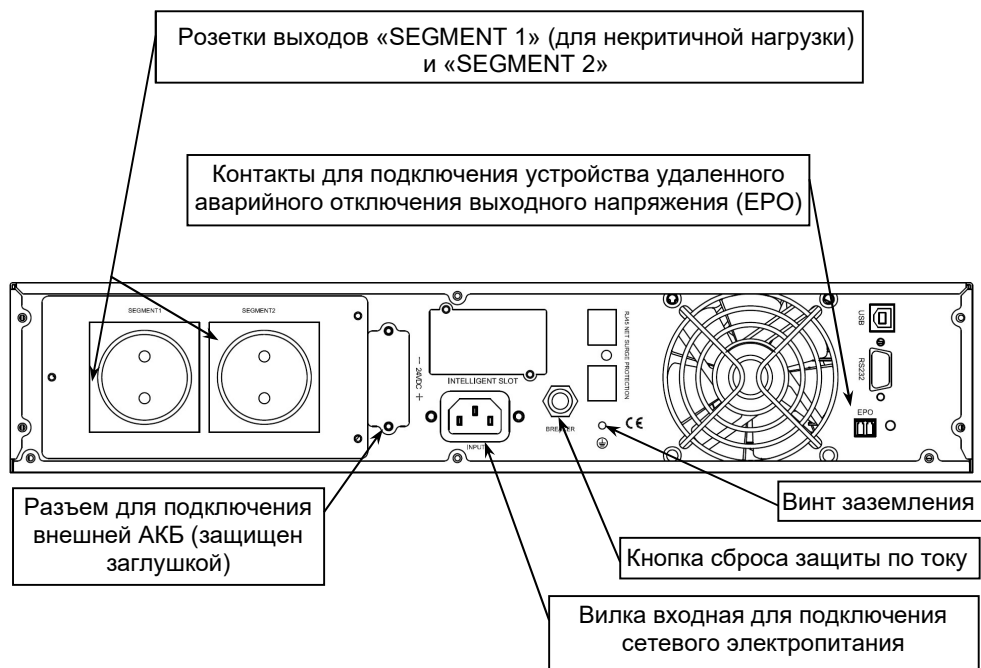

Рисунок 2 – Общий вид задней панели изделия
На задней панели изделия расположены: входной и выходные разъемы, разъем для подключения внешней аккумуляторной батареи, кнопка сброса срабатывания защиты по току (срабатывание защиты происходит при превышении уровня входного тока выше допустимого), вентиляторы охлаждения (см. рисунок 2).
- Подключить кабель питания отопительного оборудования к выходной розетке источника с маркировкой «SEGMENT 2» на задней стенке (для критичной нагрузки, см. рисунок 2).